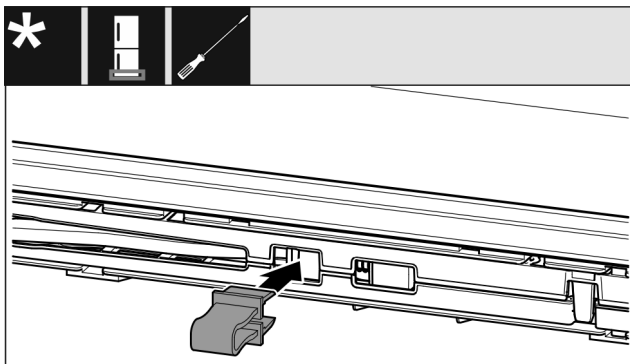

Fig. 12
- ▶ Introduire l'arrêtoir dans l'ouverture Fig. 12 ().